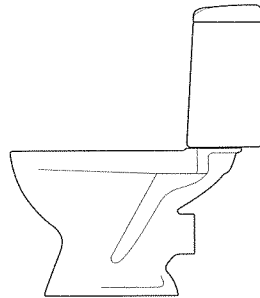

Рис.5
- ун. воронкообразный с горизонтальным выпуском с цельноотлитой полочкой (рис. 5).